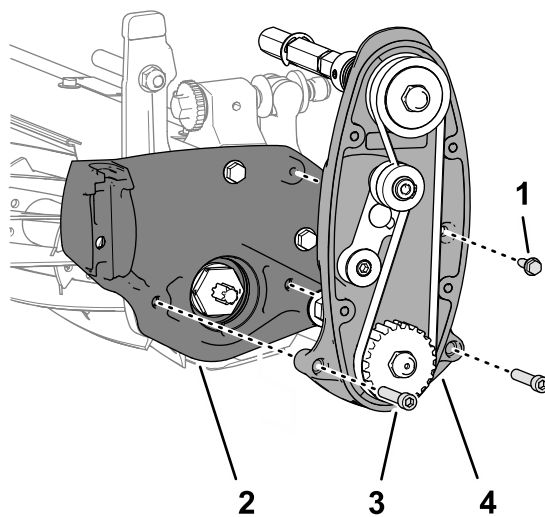

Рисунок 7
2. Отверните винт с фланцевой головкой (1/4 x 3/4 дюйма), который крепит узел привода барабана к боковой пластине режущего блока (Рисунок 7)
3. Выверните 2 винта с внутренним шестигранником (5/16 x 1 1/2 дюйма) из 2 контргаяк (невыпадающих, удерживаемых в боковой пластине), которые крепят узел привода барабана к боковой пластине режущего блока, и снимите привод барабана (Рисунок 7).